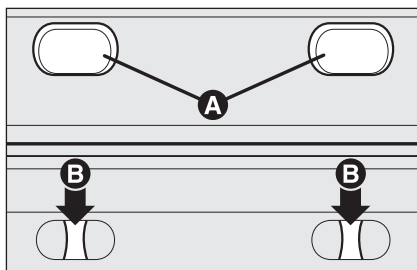
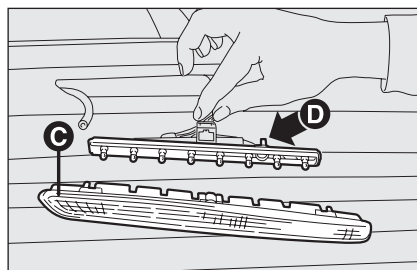

рис. 26
рис. 27
- ☐ Снимите резиновые колпачки **A** рис. 26;
- ☐ Нажмите на фиксаторы **B**-рис. 26 и выньте колпак **C**-рис. 27;
- ☐ Нажмите на лепестки **D**-рис. 27 и удалите патрон лампы;